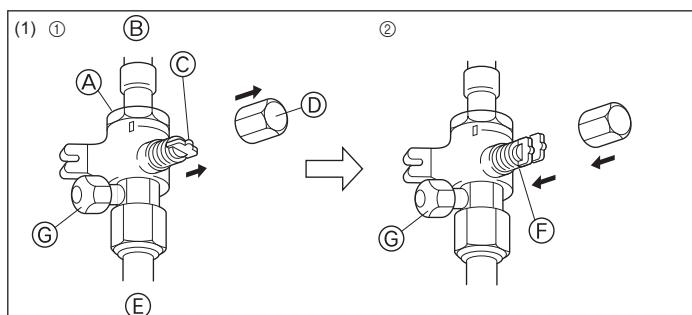
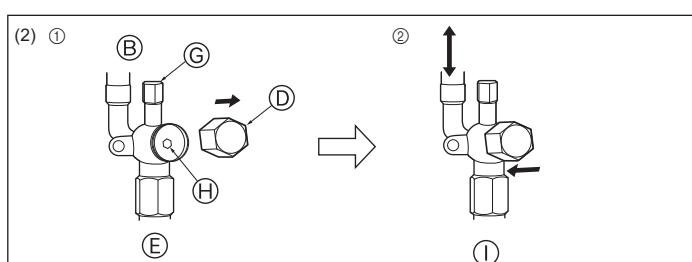

Fig. 4-6
Fig. 4-7
(1) Сторона с газом (Fig. 4-6)
① Снимите колпачок, потяните ручку на себя и поверните на 1/4 оборота против часовой стрелки для открытия.
② Убедитесь в том, что запорный кран полностью открыт, надавите на ручку и поверните колпачок в первоначальное положение.
(2) Сторона с жидкостью (Fig. 4-7)
① Снимите колпачок и поверните шток золотника против часовой стрелки до упора, используя для этой цели 4 мм шестиугольный гаечный ключ. Прекратите поворачивать шток в момент, когда тот достигнет стопора.